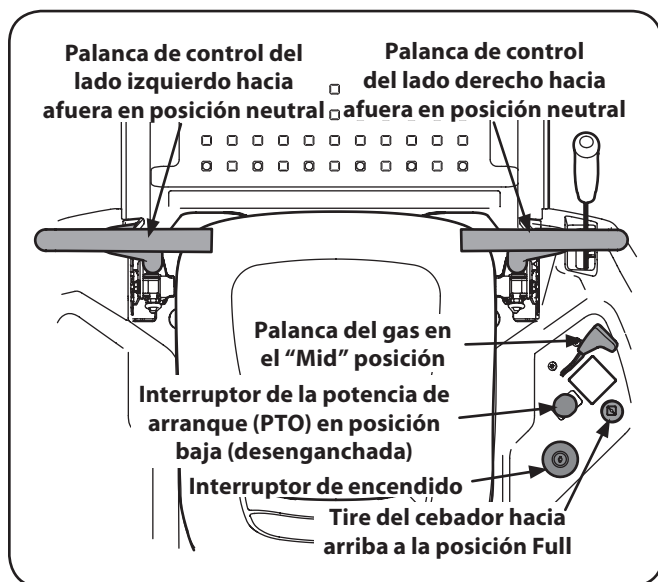

Figura 5-1
2. Verifique que el interruptor de la toma de fuerza (PTO) se encuentre en posición desactivada (abajo). Consulte la Figura 5-1.
3. Mueva el control del acelerador/estrangulador a la posición máxima del estrangulador. Consulte la Figura 5-1.